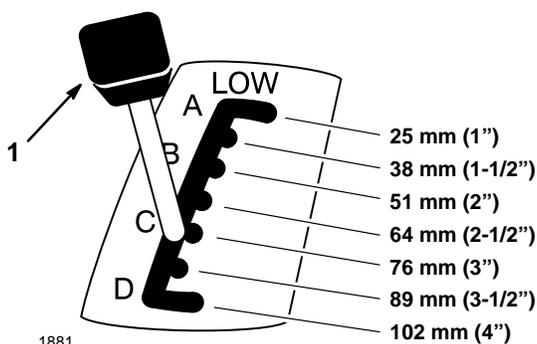

Abbildung 5
2. Am Schnitthöhenhebel (Mähdeckanhebung) ziehen und den Hebel auf die gewünschte Position stellen (Abb. 5).